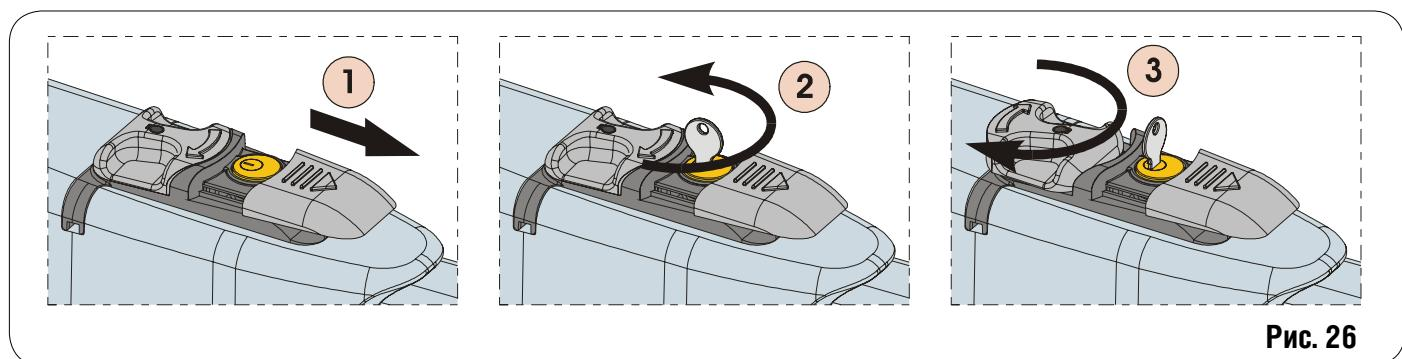

Рис. 26
- 2) Сдвиньте защитную крышку, Рис. 26/1.
- 3) Вставьте ключ и поверните на 90°, Рис.26/2.
- 4) Для вывода привода из зацепления поверните на 180° рукоятку управления в направлении, указанном стрелкой, Рис. 26/3.